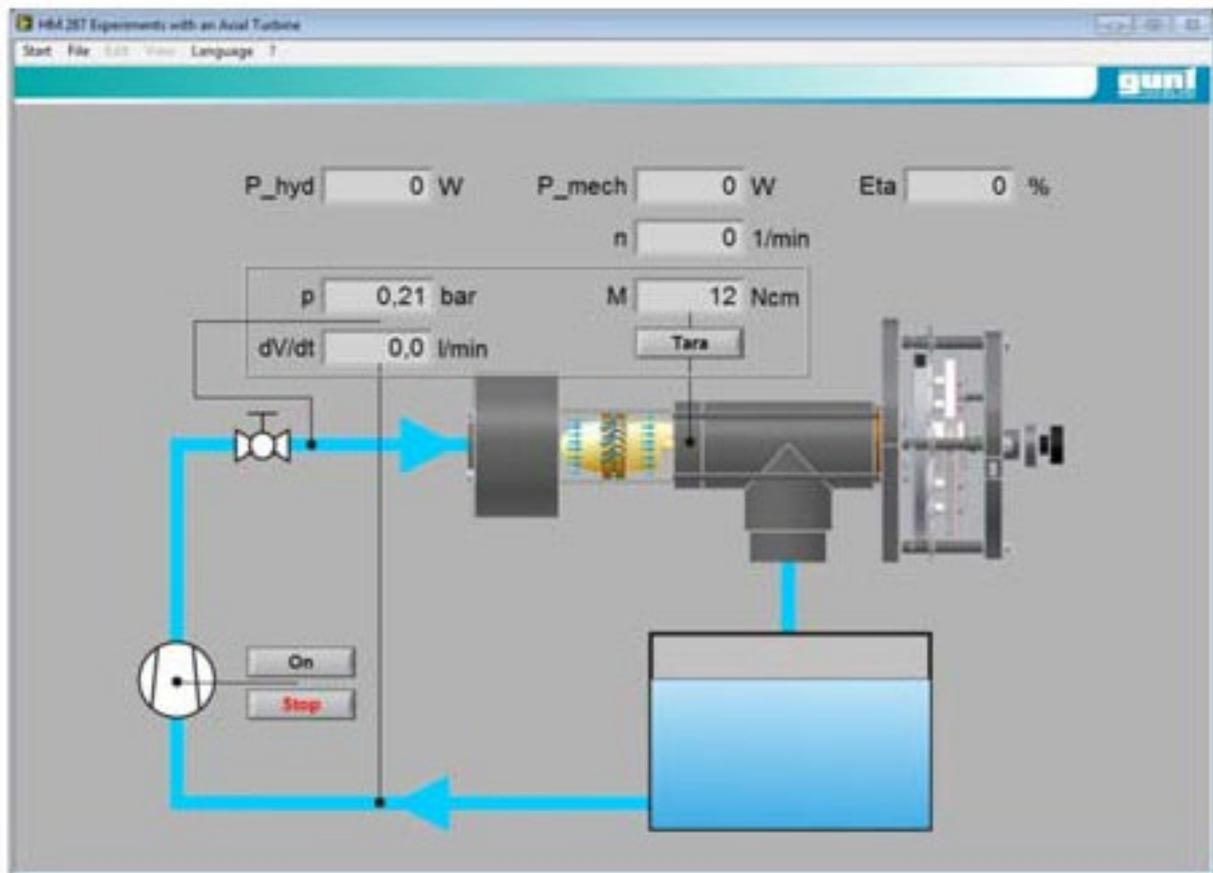

Fig. 5 Surface utilisateur du logiciel GUNT
- Dans le sous-programme Diagramme du Système (System Diagram), le schéma de la manipulation s'affiche et les valeurs des mesures sont affichées numériquement (Fig. 5) ;